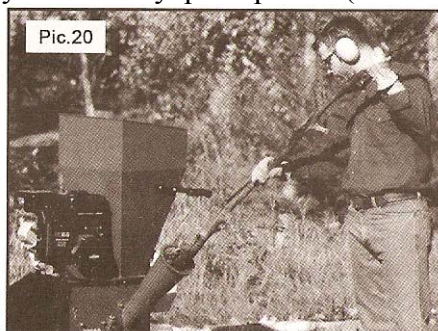

Рис. 20 Дробление в щепу веток
3. Поместите ветку в загрузочную воронку сначала более толстым концом, позволяя ножам свободно затянуть её вовнутрь воронки (см. **Рис. 20**).